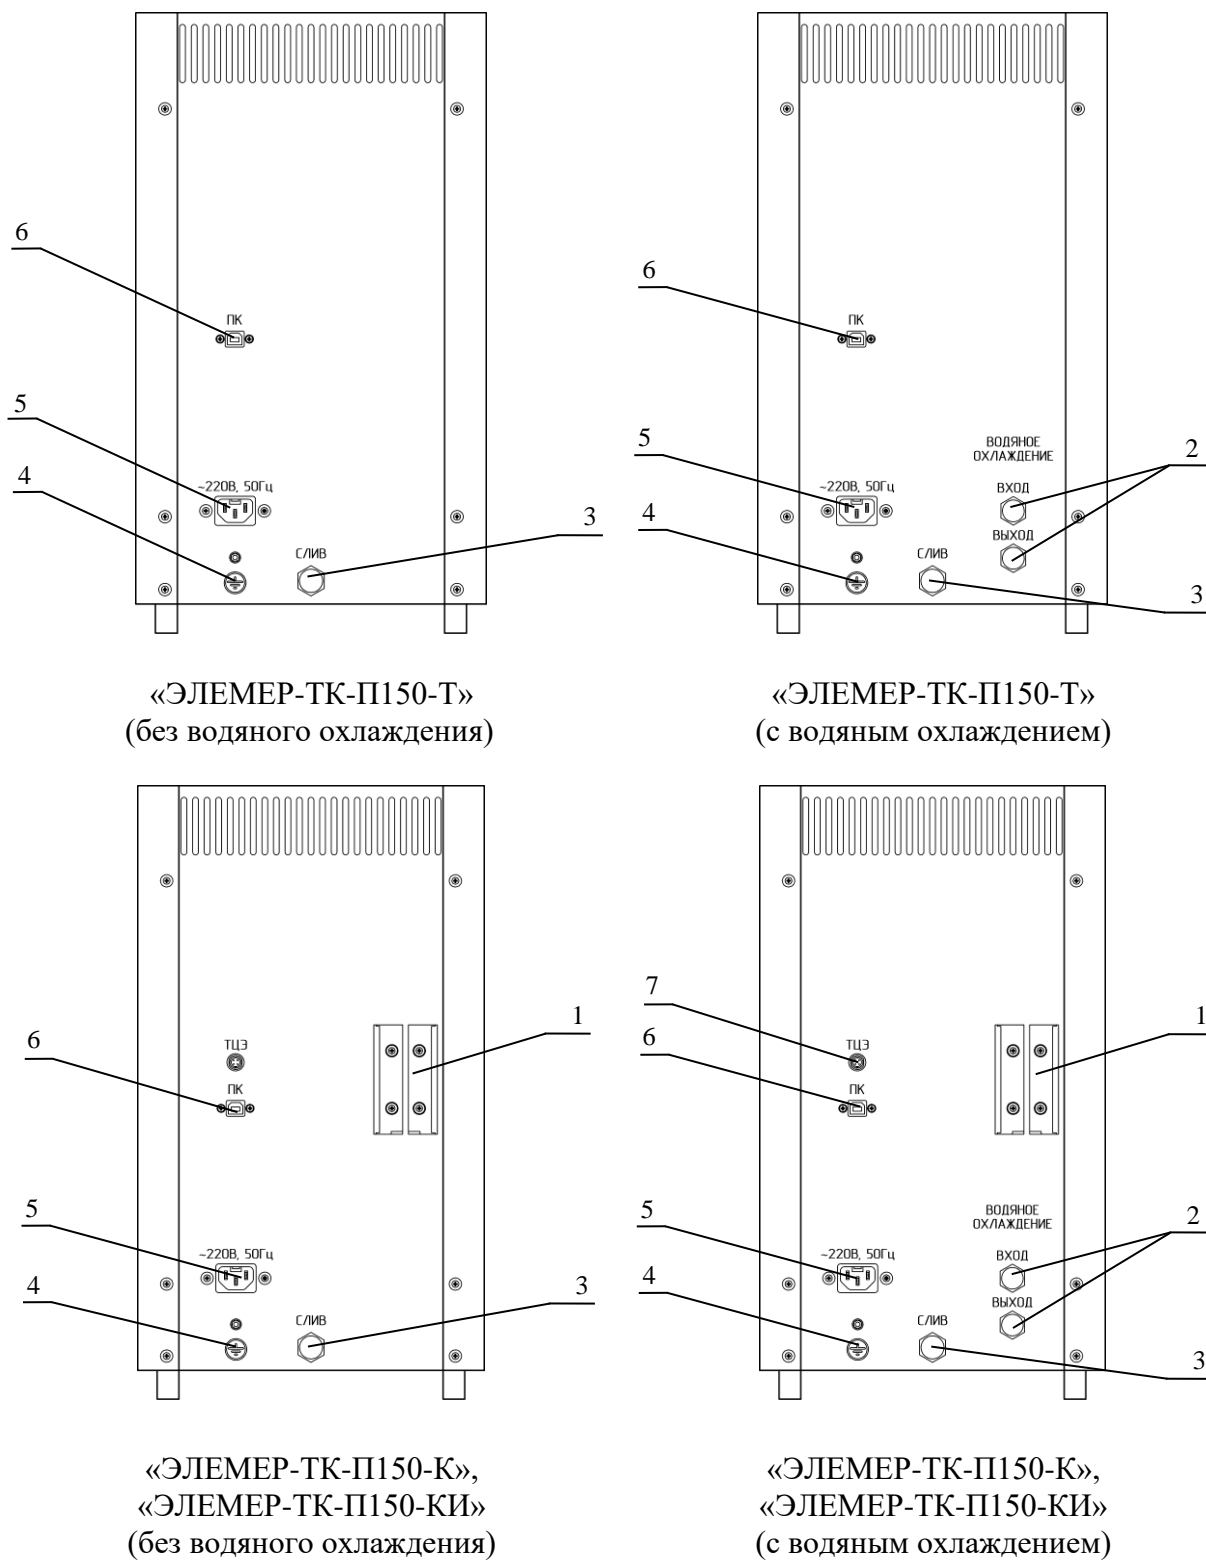

Рисунок 2.2 – Задняя панель калибраторов
2.3.2.13. На задней панели (см. рисунок 2.2) расположены: штуцер для слива жидкости, штуцера для подключения водяного охлаждения радиаторов, клемма заземления, разъем для подключения питания 230 В, разъем для подключения ТЦЭ-005/МЗ, USB-разъем.